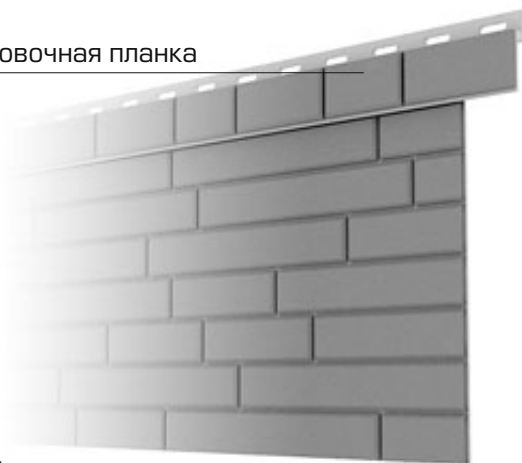

рис. 14
5. Завершающим элементом крепления фасадных панелей является облицовочная планка, которая просто накладывается поверх панели и крепится на обрешетку с помощью гвоздей или шурупов через пазы соединения (рис. 14).